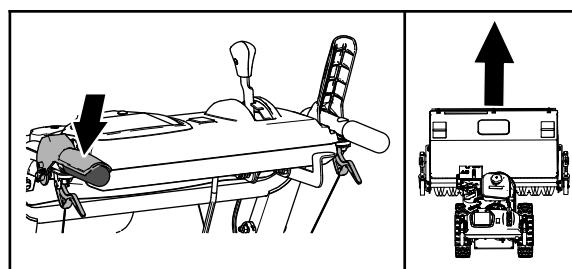

Figura 15
- Para conduzir a direita, aperte a alavanca de transmissão da tração, mas não aperte as alavancas da embraiagem (Figura 15).